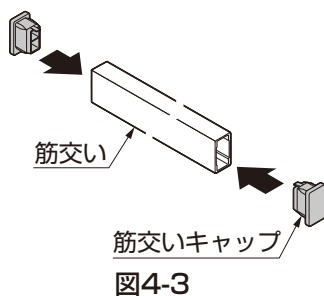

図4-3
- ②筋交いの両端に筋交いキャップを押し込んで取付けてください。(図4-3参照)